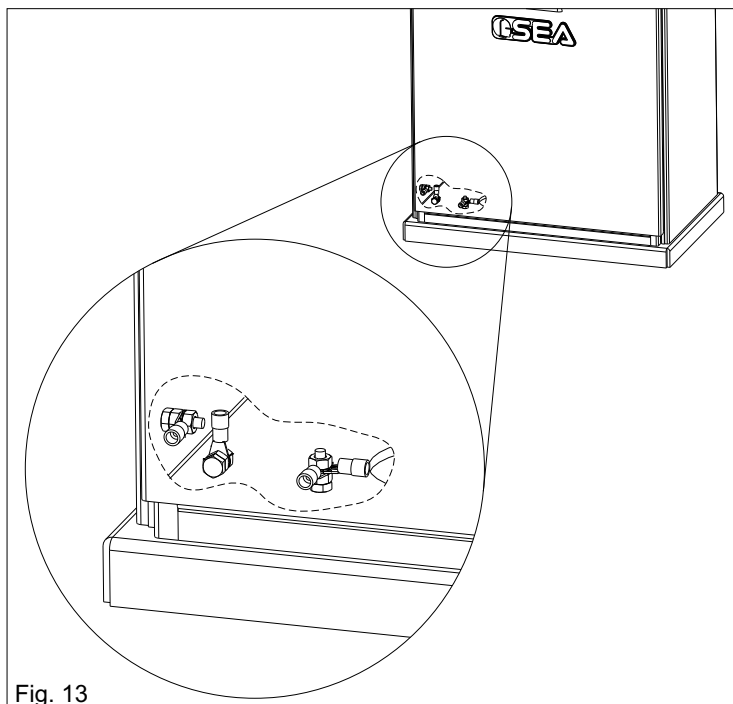

Fig. 13
7. CONEXIÓN DE TIERRA - Fig. 13